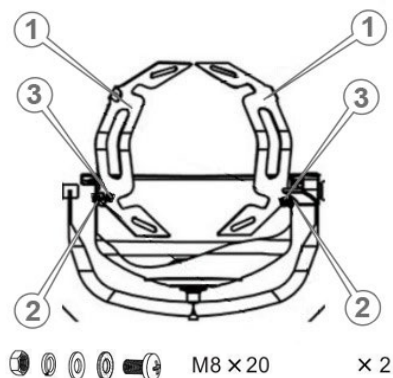

Рисунок 7. Схема встановлення лопаток в нижню частину змішувального барабана моделей «БМ-125-ЗНН», «БМ-140-ЗНН».
7. Змонтувати змішувальні лопатки всередині нижнього барабана (рис. 7), попередньо з люфтом згідно з напрямком обертання, вказаним стрілками на частинах барабана.